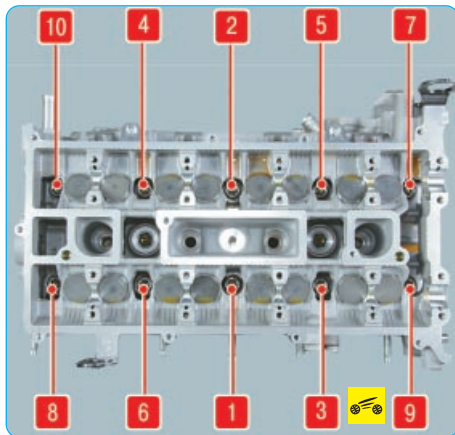

Рис. 5.30. Порядок затяжки болтов крепления головки блока цилиндров двигателя Duratec-HE объемом 2,0 л
– затягивайте болты на холодном двигателе Duratec-HE объемом 2,0 л в порядке, показанном на рис. 5.30, в три этапа: